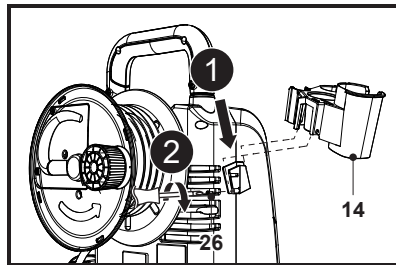

Fig. 1a
1. Deslice el soporte de suspensión (14) sobre su soporte y alinee el orificio de montaje; a continuación, utilice un destornillador de estrella adecuado (no suministrado) para fijar la conexión con el tornillo (ST3,5 x 13) (26) (Fig. 1a).